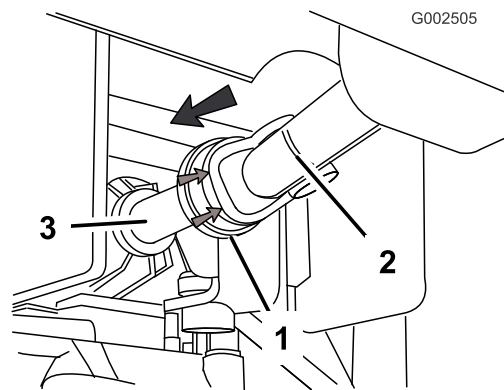

Figura 10
- Puxe para trás o bloqueio da mola (proteção de borracha) da culatra frontal do veio da tomada de força (Figura 10).
- Deslize a entrada da culatra frontal sobre as estrias do veio de saída (Figura 10).
- Puxe para a frente o bloqueio da mola da culatra frontal do veio da tomada de força (Figura 10).
- Puxe para trás a metade frontal do veio para assegurar que as bolas de bloqueio do bloqueio da mola estão encaixadas na ranhura do veio de saída da tomada de força (Figura 10).
- Na culatra frontal do veio da tomada de força, alinhe a entrada da culatra frontal com as estrias do veio de saída da tomada de força no conjunto eixo-transmissão (Figura 10).